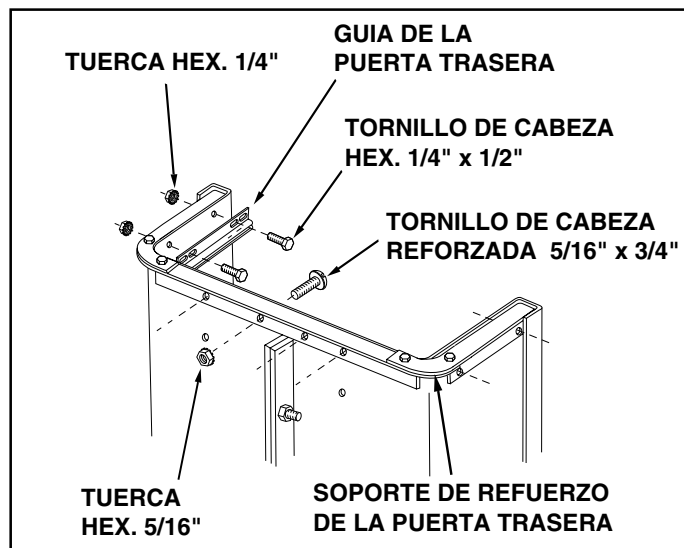

FIGURA 3
5. Coloque el soporte de refuerzo de la puerta trasera en la parte exterior del carrito, tal y como se muestra en la figura 3. Acóplelo al cuerpo del carrito utilizando cuatro tornillos de cabeza reforzada 5/16"x 3/4" y tuercas hex. 5/16". **No las apriete todavía.** Vea la figura 3.
6. Coloque las guías de la puerta trasera en la parte interior de los cuerpos del carrito con los canales de las guías situados en la parte delantera, tal y como se muestra en la figura 3. Acóplelas utilizando cuatro tornillos con cabeza hex. 1/4"x 1/2" y tuercas hex. 1/4". **No las apriete todavía.** Vea la figura 3.